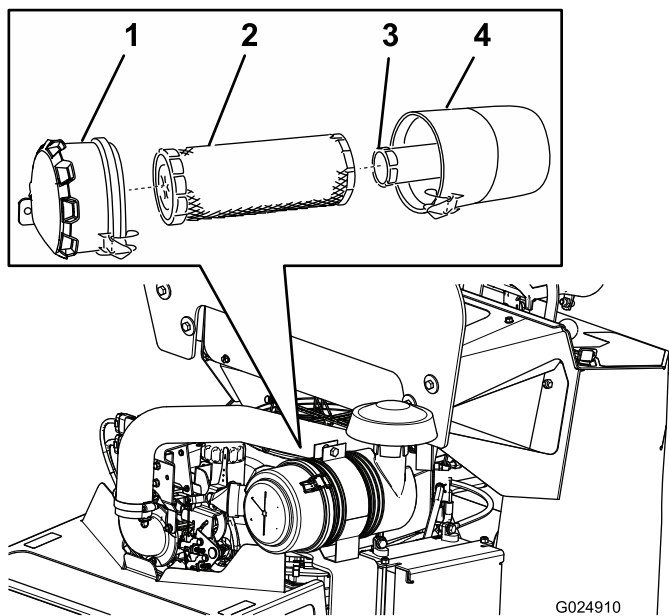

Figura 29
3. Abra los cierres del limpiador de aire y tire de la tapa de la entrada de aire para separarla del cuerpo del limpiador de aire (Figura 29).
5. Extraiga con cuidado el filtro primario del cuerpo del limpiador de aire (Figura 29).
2. Si va a cambiar el filtro interno, deslícelo cuidadosamente en el cuerpo del filtro (Figura 29).
3. Deslice cuidadosamente el filtro primario por encima del filtro interno (Figura 29).
4. Deslice la tapa sobre el cuerpo del limpiador de aire y sujétela con los enganches (Figura 29).